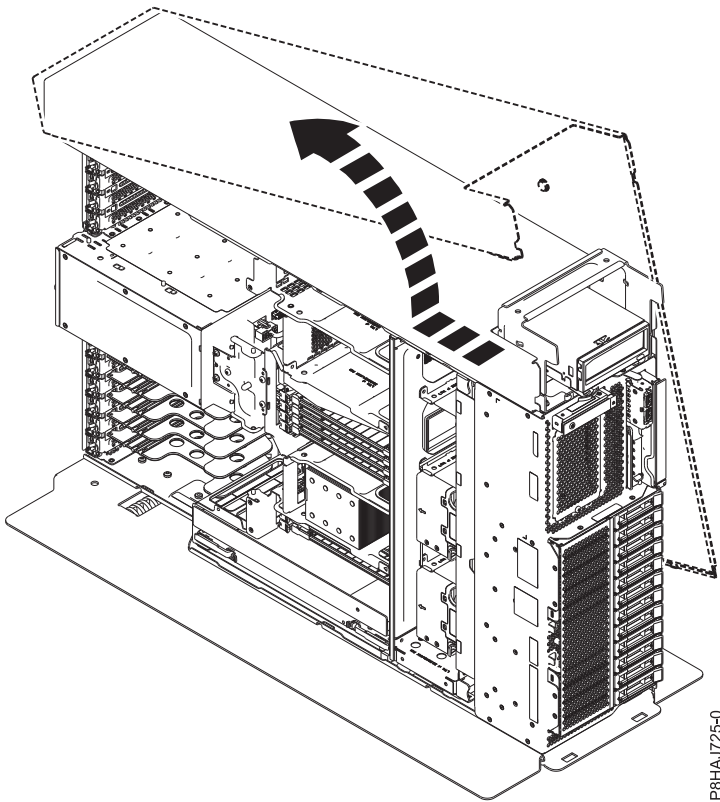

図 18. 8286-41A のサイド・カバーの取り外し
5. サイド・カバーを、図 18 に示されている方向へスライドさせて、システムから外します。